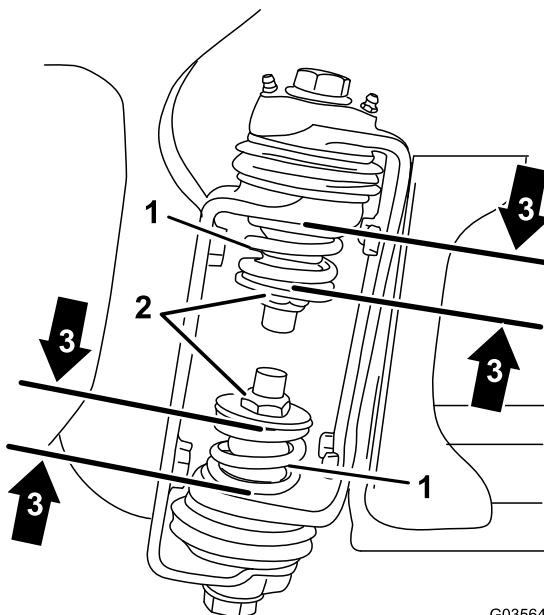

图 5
3. 当喷洒臂段位于伸展位置 图 5 时在喷洒臂段的铰链处测量上下弹簧的压缩度。